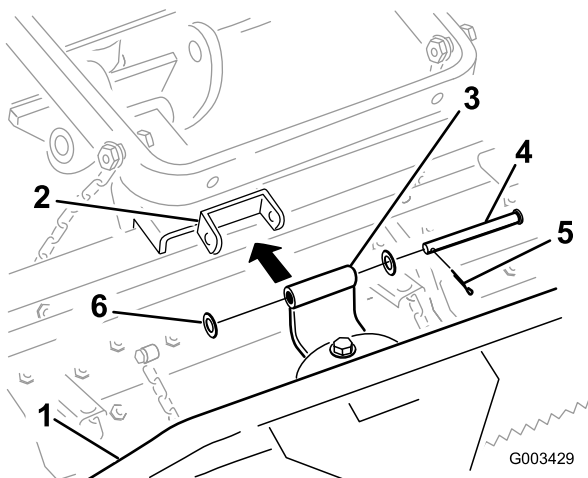

Figura 4
2. Conectai suportul pivotant la grebla mecanică aa cum se arată în Figura 4.